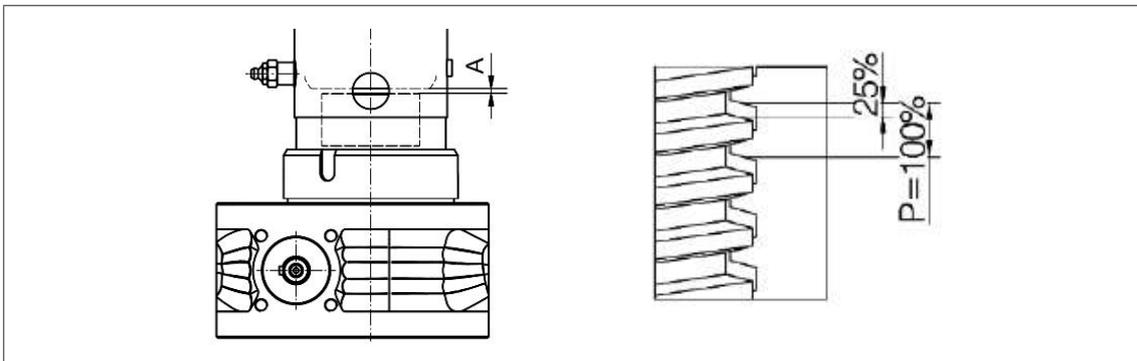

图 16: 安全螺母 SIFA: 用于磨损测试对比的尺寸 „A
3. 如果安装了安全锁紧螺母 SIFA。测量尺寸 „A „并记录下来 (见图16)。
- 3. 如果安装安全锁紧螺母 SIFA：检查磨损情况，如图16所示。